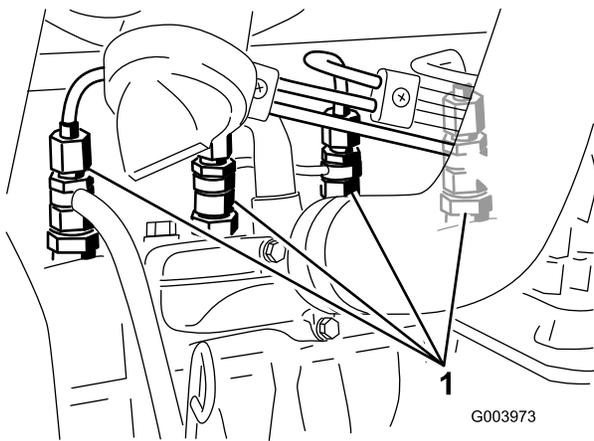

図 66
1. 燃料噴射ポンプの No. 1インジェクタノズル（図 66）へのパイプ接続部をゆるめる。